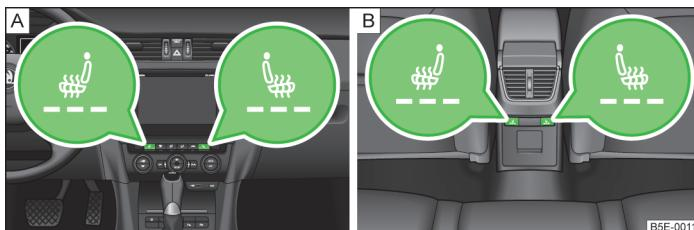

Fig. 51 Calefacción: asientos delanteros / asientos posteriores
► Pulse la tecla o bien » fig. 51.
Pulsando una sola vez se activa la calefacción a la intensidad máxima - etapa 3, visualizada por los tres testigos de control debajo de la tecla respectiva » fig. 51 - o en la tecla respectiva » fig. 51.